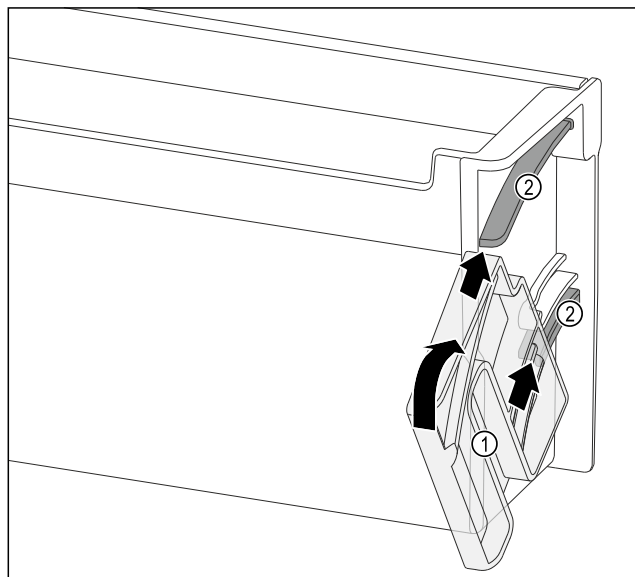

Fig. 96
- ▶ Dreheinheit Fig. 96 (1) so positionieren, dass die Aussparungen genau gegenüber den Führungskanälen Fig. 96 (2) des Türabstellers liegen.
- ▶ Dreheinheit Fig. 96 (1) in die angegebene Richtung drehen.